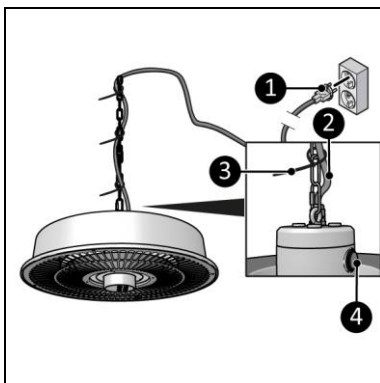

Figure 9
2. Assurez-vous que le commutateur ON/OFF est en position OFF (figure 9, pos. 4).
3. Disposez le cordon d'alimentation (figure 9, pos.2) le long de la chaîne de suspension en utilisant des colliers de serrage (figure 9, pos. 3).
4. Insérez la fiche (figure 9, pos. 1) dans une prise murale reliée à la terre et facilement accessible. Utilisez une prise murale avec mise à la terre d'une puissance minimale de 1 500 watts.
1. Mettez le commutateur ON/OFF en position ON (figure 9, pos. 4).
1. Assurez-vous que le commutateur ON/OFF est en position OFF (figure 9, pos. 4).
2. Retirez la fiche de la prise secteur (figure 9, pos. 1).